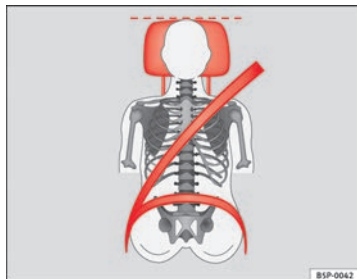
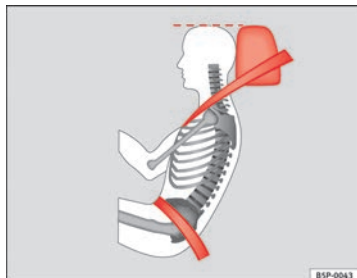

Fig. 3 Apoyacabezas ajustado correctamente visto de frente
Fig. 4 Apoyacabezas ajustado correctamente visto lateralmente
- Ajuste el apoyacabezas de modo que el borde superior quede, en la medida de lo posible, a la altura de la parte superior de la cabeza, como mínimo a la altura de los ojos ⇒ fig. 3 y ⇒ fig. 4.